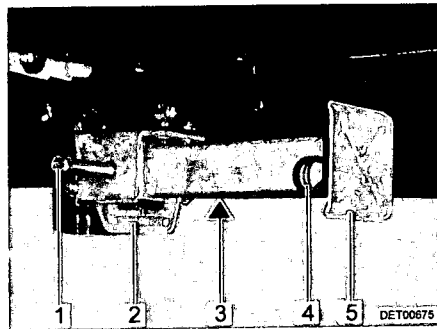

Bild 5 Hubstütze
- Am Sechskant (Bild 5,1) den Steckschlüssel aufstecken und drehen, bis die Hubstütze senkrecht nach unten steht.
- Wenn die Länge der Hubstütze verstellbar ist, den Splint (Bild 5,4) aus der Stützfußverlängerung (Bild 5,5) herausziehen.
- Am Sechskant (Bild 5,1) den Steckschlüssel aufstecken und drehen, bis die Hubstütze wieder vom Boden frei ist.
- Stützfußverlängerung (Bild 5,5) ganz einschieben und Splint (Bild 5,4) in die vorgesehene Bohrung an der Stützfußverlängerung stecken.
- Am Sechskant (Bild 5,1) drehen, bis die Hubstütze nach oben geschwenkt ist und die Führung (Bild 5,2) ganz am Ende des Schlitzes (Bild 5,3) ansteht.